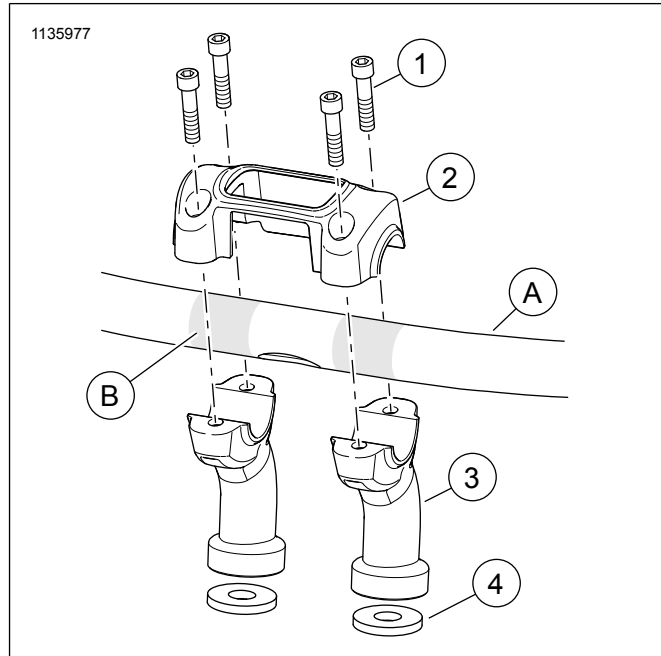

Figure 2. Kit de rehausseur pour Breakout
Consultez Figure 2 et Tableau 1.
3. Consultez Figure 2. Installez les rehausseurs du guidon (3). Consultez le manuel d'entretien.